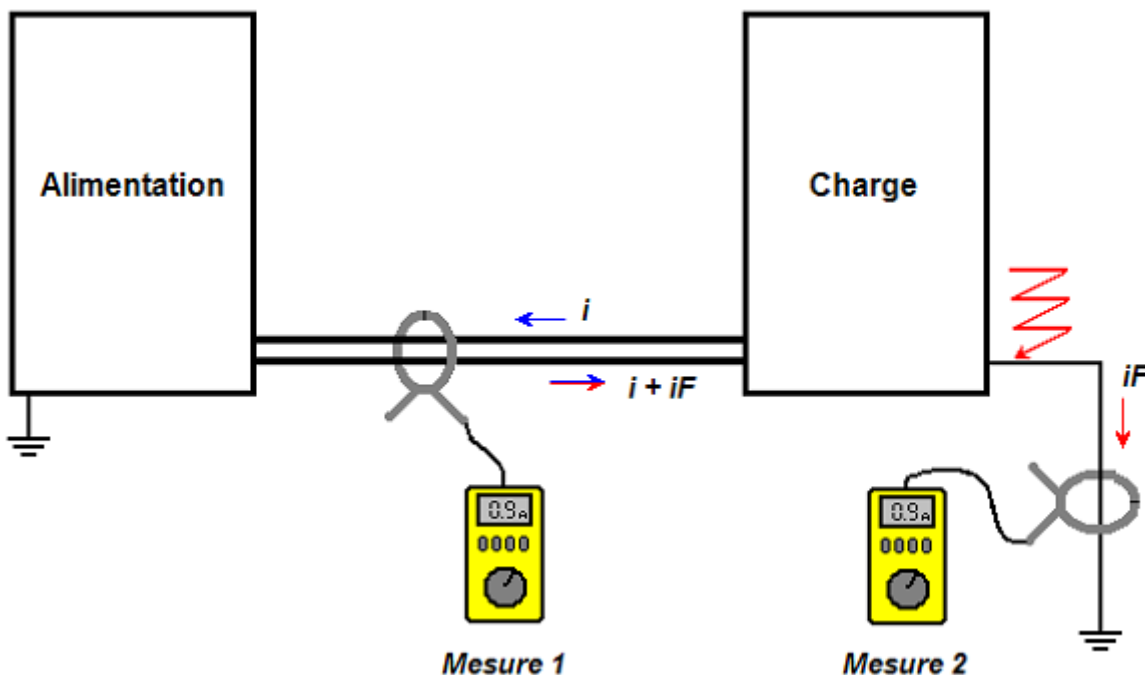

Figure 14
1. En monophasé, enserrer la pince autour des deux (2) câbles représentant l'aller et le retour (i) de l'alimentation (figure 14 - mesure 1). En principe les courants dans les deux cables doivent être de valeurs identiques mais de polarité inverse. La valeur lue est par conséquent NULLE ($i = 0$). Si cette valeur n'est pas nulle, c'est qu'un courant parasite (i_F) a été généré par la charge. C'est un courant de fuite.
2. L'autre méthode consiste à effectuer une mesure de courant dans la terre de la charge (figure 14 - mesure 2). En principe aucun courant ne doit être détecté dans cette terre. Si c'est le cas, c'est que la charge a généré un courant parasite (i_F) et qu'elle présente un défaut d'isolement.